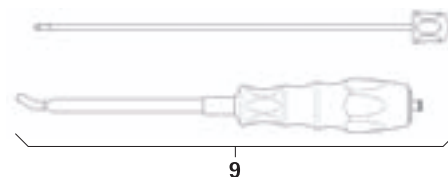

Fig. 5
- Smontare lo strumento inseritore per barre 9, vedere Fig. 5: svitare la parte interna.